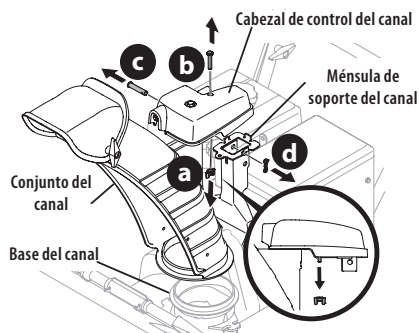

Figura 7
1. Retire la tuerca de mariposa (o tuerca de seguridad si instalada) (a) y el tornillo hexagonal (b) del cabezal de control del canal y el pasador de horquilla (c) y el pasador de chaveta (d) de la ménsula de soporte del canal. Ubique el conjunto del canal (mirando hacia adelante) sobre la base del canal y ménsula de soporte del canal (Figura 7).